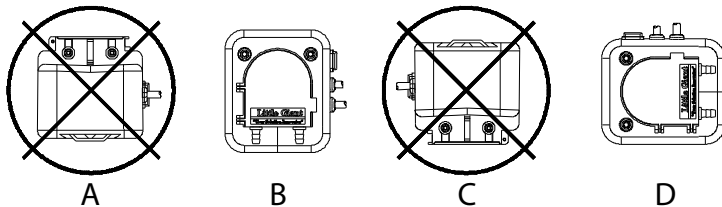
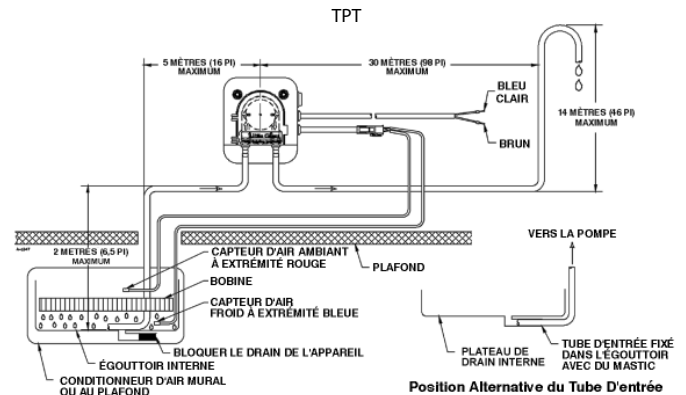

FIGURE 1
FIGURE 2
cable on the pump. There are 2 lead wires with sensors at the ends; one lead has a blue end and the other has a red end. Affix the wire with the blue sensor to the "cold" or "air out" side of the evaporator coil and the wire with the red sensor to the "hot" or "air in" side of the evaporator coil (Figure 2).
La pompe peut également être placée sur n'importe quel côté, sauf avec le rotor vers le bas (Fig. 1. C) ou vers le haut (Fig. 1. A). Raccorder la tuyauterie de 6 mm (1/4 po) (non fournie) à l'admission de la pompe indiquée par la flèche pointant vers le haut sur le couvercle transparent. Placer l'autre extrémité du tube d'admission dans le boyau de l'égouttoir et rendre hermétique au besoin ou placer le tube d'admission dans l'égouttoir, (tel qu'illustré à la figure 2). Éviter de tordre, plier ou écraser la tuyauterie. Relier un tube de 6 mm (1/4 po) (non fourni) de l'orifice de purge de la pompe vers un drain par gravité. Consulter la figure 2 pour obtenir les capacités maximales de tuyau d'évacuation verticale et horizontale.
**Séries TPT** (signal de température) POUR ASSURER UN FONCTIONNEMENT ADÉQUAT DE LA POMPE, BIEN VOULOIR SUIVRE CES INSTRUCTIONS : Connecter le fil brun à la phase principale (ligne) et le fil bleu à la phase neutre (commun) (Voir la figure 2). S'assurer que l'alimentation est coupée lors de la connexion du capteur de température à la pompe. Connecter le câble du capteur à la pompe en branchant la fiche à quatre (4) broches au câble correspondant sur la pompe. Deux fils de raccord présentent des capteurs à leurs extrémités, soit une extrémité bleue et l'autre rouge. Fixer le fil avec le capteur bleu du côté " froid " ou " sortie d'air " du serpent d'évaporation et le capteur rouge du côté " chaud " ou " entrée d'air " du serpent d'évaporation. (Voir la figure 2)
La bomba también se puede ubicar sobre cualquier lado, excepto con el rotor hacia abajo (Fig 1.C) o hacia arriba (Fig 1.A). Conecte la tubería de 6mm o un ¼ de pulg. (no proveída) a la entrada de la bomba señalada por la flecha hacia arriba en la tapa transparente. Ponga el otro extremo del tubo de entrada en la manguera de drenaje de la bandeja de goteo y séllela debidamente o ponga el tubo de entrada en la bandeja de goteo. (Como se muestra en la Figura 2.) Asegúrese de no doblar, torcer o colapsar la tubería. Coloque un trozo de tubería de 6mm o ¼ de pulg. (no proveído) entre la descarga de la bomba y el drenaje por gravedad. Refiérase a la Figura 2 para obtener las capacidades máximas de descarga vertical y horizontal.